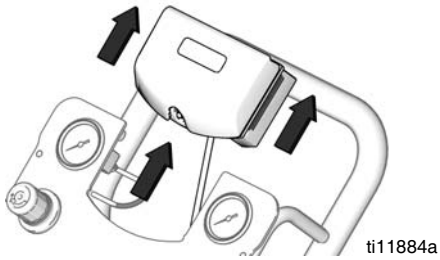

FIG. 10. Retire el módulo DataTrak
3. Retire el módulo DataTrak de la ménsula. Vea la FIG. 10. Lleve el módulo y el cable unido a una ubicación no peligrosa.